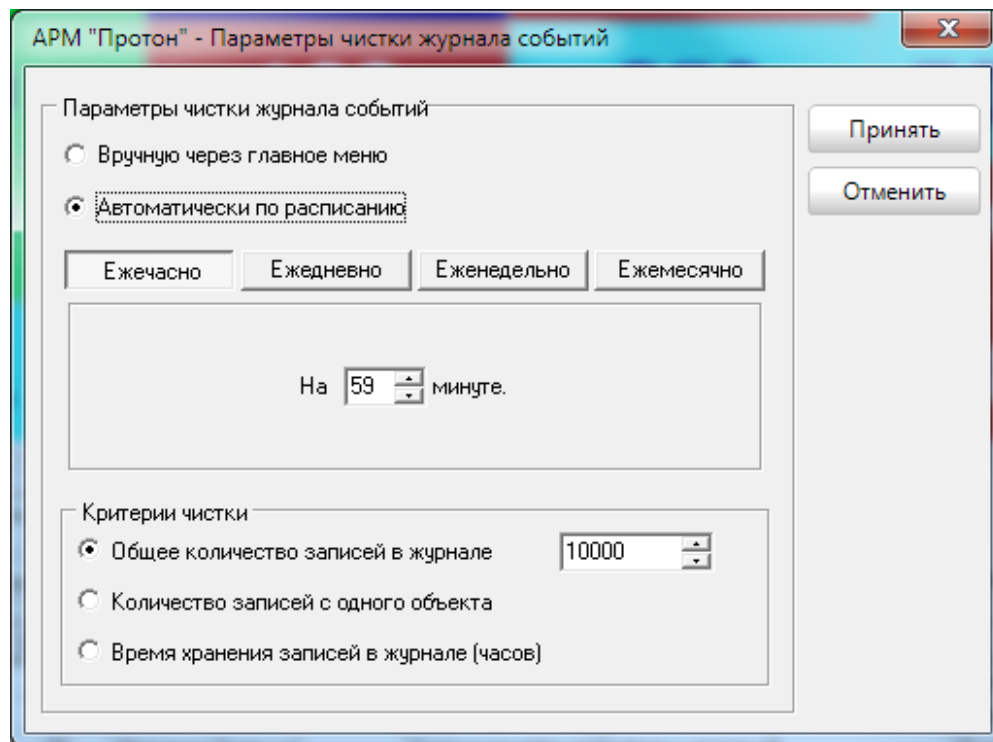

Рисунок 38
- ежечасно на определённой минуте (Рисунок 38),